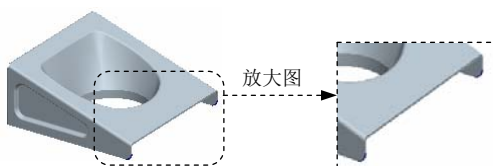

图 5.36.28 倒圆角特征 6
Step18. 添加图 5.36.28 所示的倒圆角特征 6，圆角半径值为 10.0。